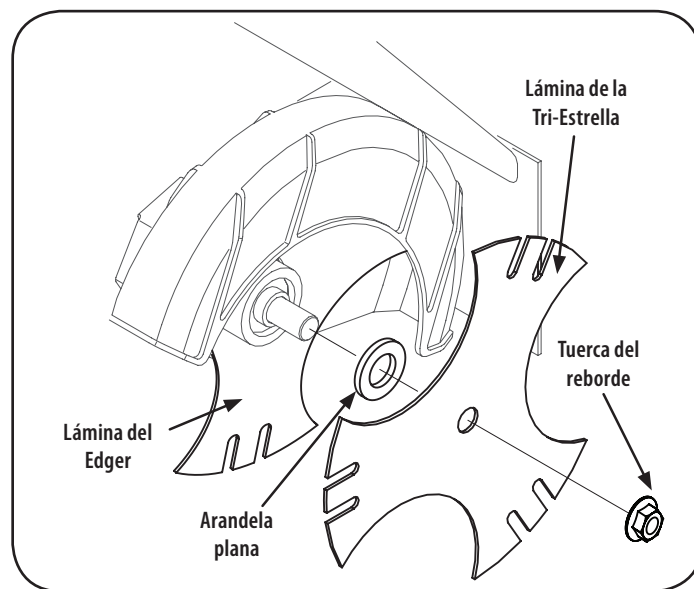

Figura 12
1. Use dos llaves (una para impedir que la cabeza del perno hexagonal gire loca y la otra para desenroscar la tuerca de brida) para extraer la tuerca de brida que asegura la cuchilla de la bordeadora, dejando la cuchilla de la bordeadora en su lugar. Vea la Figura 12.
2. Instale la cuchilla adicional de la bordeadora suministrada con la unidad y la arandela plana. Vea la Figura 12.